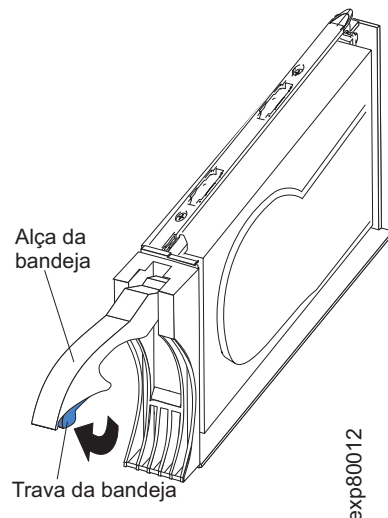

Figura 80. Alça da CRU do E-DDM
- b. Puxe o manipulador na bandeja para fora para que ele fique na posição aberta, como mostrado em Figura 80 na página 141.
- a. Solte a trava na CRU de E-DDM pressionando o interior da base da alça da bandeja, conforme mostrado pela seta na Figura 80 na página 141.